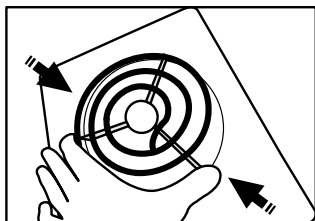

Figura 60
1. Para el puesto eléctrico plato tubular, retírelo flexionando los dos soportes y halando la resistencia hacia arriba tal cual lo indica la imagen (Ver figura 60 y 61), evite tensión excesiva en el cable.